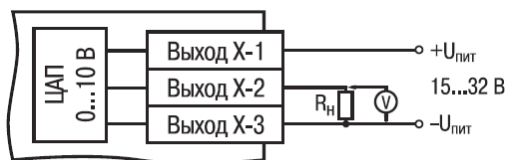

Рисунок 21
8.3.2.2. ЦАП 0...10 В (маркировка У). Схему подключения см. рис. 21.